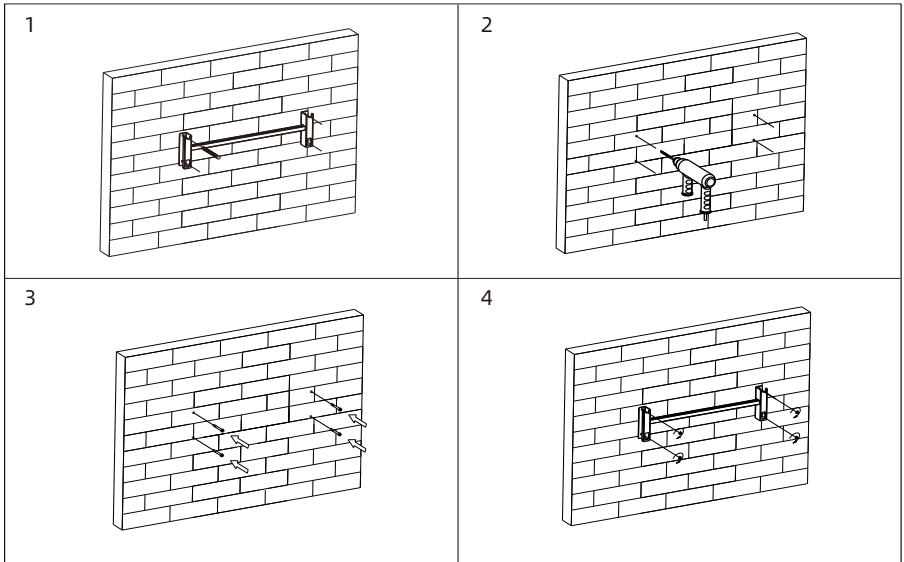

图 5.9 壁挂架安装示意图
**步骤 1:** 用壁挂架做模板，按照壁挂架上的螺丝孔位置在墙上打孔，并塞入膨胀螺栓。如下图 5.9 中的 1-3 所示；
**步骤 2:** 按照下图 5.9 中的 4 所示用螺丝把壁挂架固定在墙壁上。